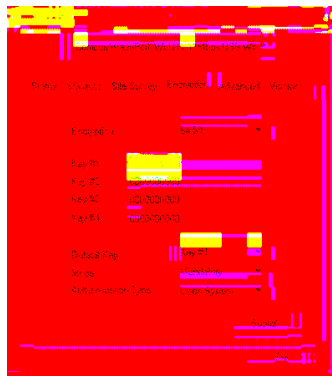

Figura 11 Finestra di configurazione di un dispositivo di connessione wireless USB
- **Attacchi alla chiave segreta:** la chiave segreta è usata sia per cifrare/decifrare dati che per autenticare la stazione. Di solito c'è solo una chiave condivisa (nonostante il protocollo definisca la possibilità di utilizzarne 4 - vedi figura 11) e al crescere del numero di utenti della WLAN, questa chiave diventa di conoscenza pubblica e quindi completamente inefficace. In più 40 bit rappresentano un modesto numero di bit e quindi sono praticabili attacchi a forza bruta anche per attaccanti con modeste risorse di calcolo.